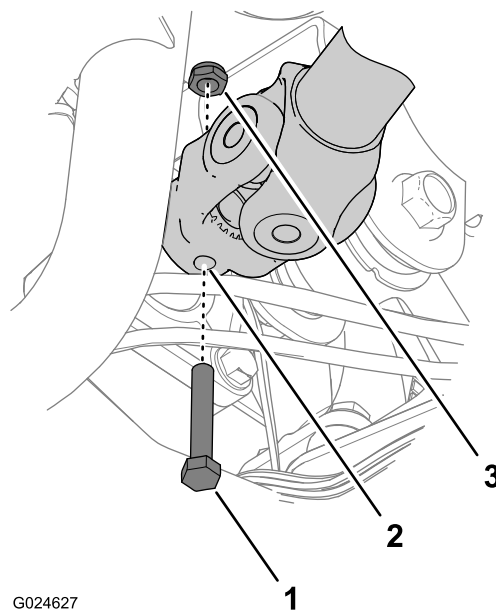

Figura 30
8. Inserite il bullone (5/16 x 1-7/8 poll.) attraverso i fori nella forcella e nell'albero, quindi fissatelo con il dado di bloccaggio (5/16 poll.) come mostrato in Figura 30.